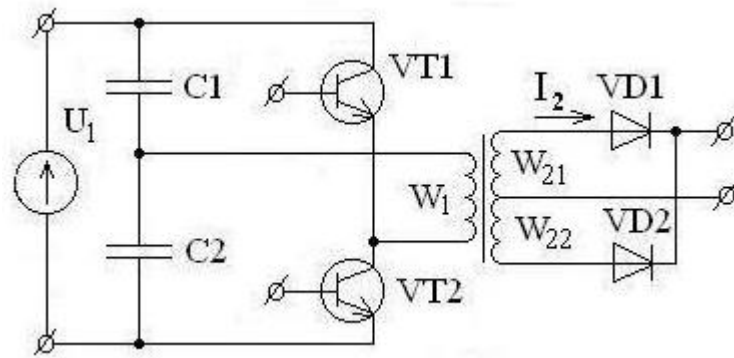

Рисунок 5.3 – Конвертор напряжения
3. Исходные данные: Имеется конвертор напряжения (рис. 5.3) на базе полумостового инвертора с параметрами:  $U_1 = 80 \text{ В}$ ,  $W_1 = W_2 = 100 \text{ вит}$ ,  $K_{3 \text{ max}} = 0,75$ , ток нагрузки  $I_H = 1,5 \dots 10 \text{ (А)}$ . Определите напряжение на коллекторе закрытого транзистора (VT1 или VT2) и ток во вторичной цепи трансформатора  $I_2$ .